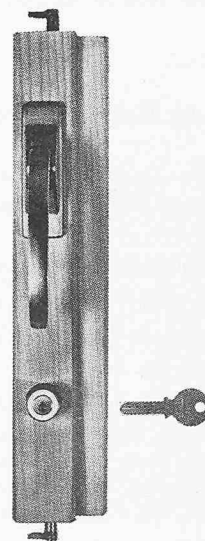

Bild 4. Beispiel einer Zylinderverriegelung für einseitig bedienbare Fenster im ebenerdigen Bereich (Foto Hansch)
- Verschlüsse von Fenstern und Fenstertüren im ebenerdigen Bereich können leicht und schnell durch Anbohren des Rahmens oder durch Schneiden einer kleinen Öffnung in die Scheibe geöffnet werden. Einbrucherschwerend sind Verschlüsse mit innen eingebautem oder nachträglich aufgesetztem Schlosszylinder (Bild 4).